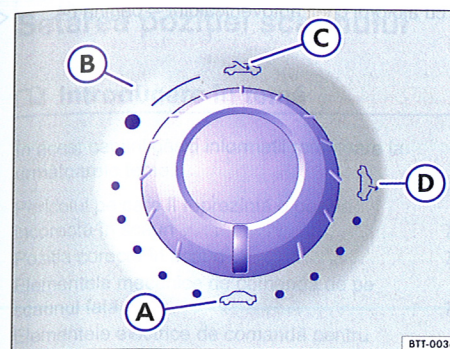

Fig. 37 În plafon: comutator pentru acționarea trapei/plafonului glisant.
Rotiți comutatorul ⇒ fig. 37 în poziția dorită, pentru a regla trapa glisantă/rabatabilă în următoarele poziții:
- Rotiți comutatorul rotativ în poziția ⇒ fig. 37 A și trageți-l în partea din spate spre în jos, până când trapa glisantă/rabatabilă este închisă complet.